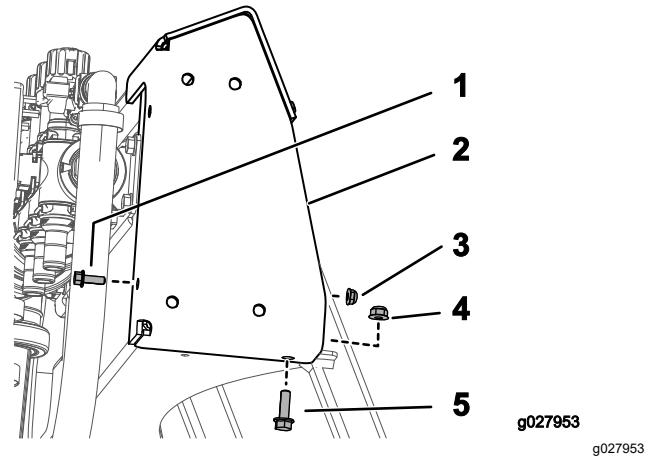

Bild 9
1. Befestigen Sie die obere Halterung mit einer Schraube (1/4"-20 x 3/4"), einer Mutter (1/4"-20), einer Schraube (5/16"-18 x 1") und einer Bundmutter (5/16"-18"), wie in Bild 9 abgebildet.